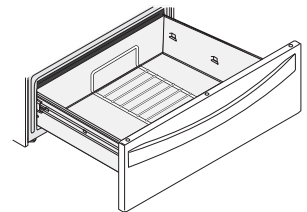

Fig. 2
- À plat sur le fond (fig. 2) pour permettre de disposer sur la grille des aliments de moindre poids et de la vaisselle vide (par exemple, assiettes à dîner, petits pains ou pâtisseries).